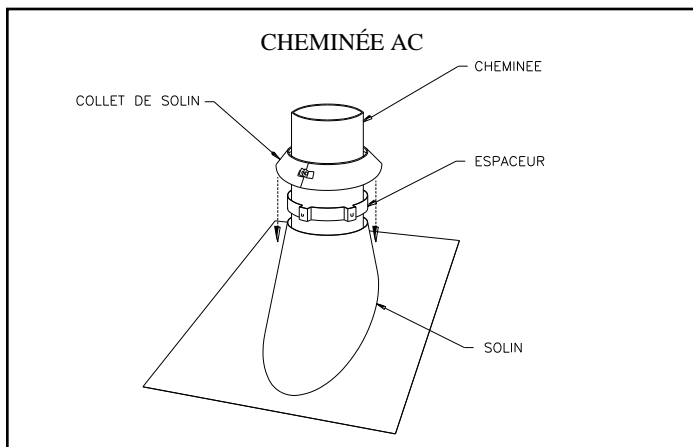

Figure 29
5. Placez ensuite le solin en prenant soin de calfeutrer le joint entre le solin et le toit avec une pâte à calfeutrage de toiture (voir les figures 29 & 30). Pour les toits en pente, placez la partie supérieure du solin sous les bardeaux, fixez le solin au toit à l'aide de clous à toiture.